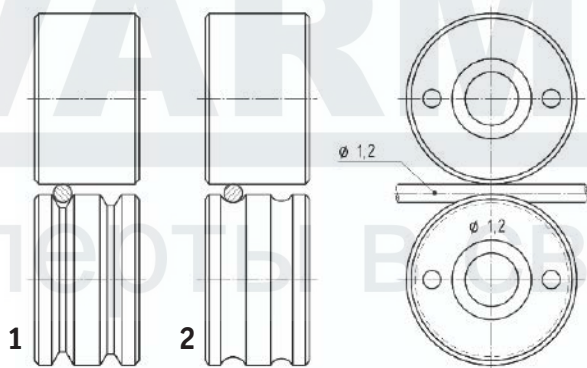

Рис. 9.7.1. Выбор подающего ролика.
- Форма канавки соответствует типу сварочной проволоки (См. рис. 9.7.1).